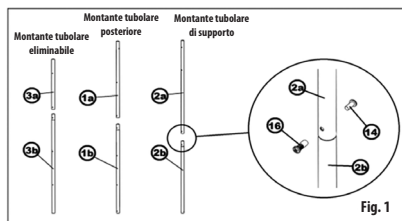

Fig. 1
Assemblez les tubes, la partie avec l'extrémité rétrécie étant la moitié inférieure du montant, le rétrécissement devant être orienté vers le haut (Fig. 1). Vissez les tubes de support (2a+2b) à l'aide de la vis (14) et de l'écrou (16), les raccordements sur les autres pieds seront cachés sous les marches (7).
Assemblare le singole parti dei montanti tubulari. La parte con l'estremità ridotta rappresenta sempre la parte inferiore del montante e l'estremità ridotta deve essere rivolta sempre verso l'alto (Fig. 1). Assemblare il montante di supporto (2a+2b) con la vite decorativa (14) e il dado tubolare (16); i giunti di altri piedi saranno nascosti dai gradini (7).